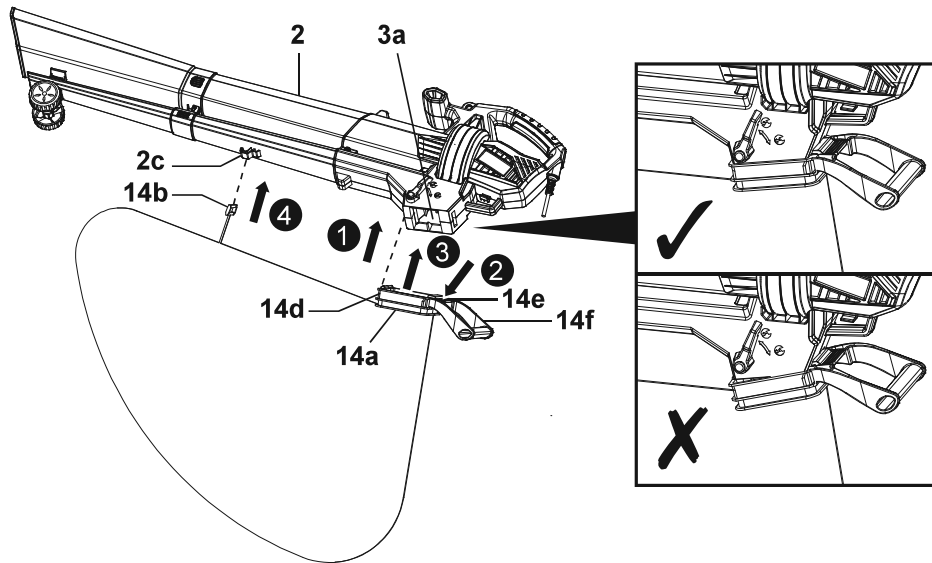

Fig. 4
1. Alinee la espiga (14d) del conector de la bolsa (14a) con la ranura de la boquilla de salida (3a), comprima la palanca de acoplamiento (14e) y sujete el mango de la bolsa (14f) para fijar su conector (14a) en la boquilla de salida (3a) (Fig. 4, pasos 1, 2, 3). A continuación, suelte la palanca de acoplamiento (14e). Compruebe que la espiga (14d) y la palanca de acoplamiento (14e) quedan encajadas en su lugar.
2. Fije la argolla para colgar (14b) al gancho de la bolsa (2c) en los tubos superiores del soplador/aspirador (2) (Fig. 4, paso 4).